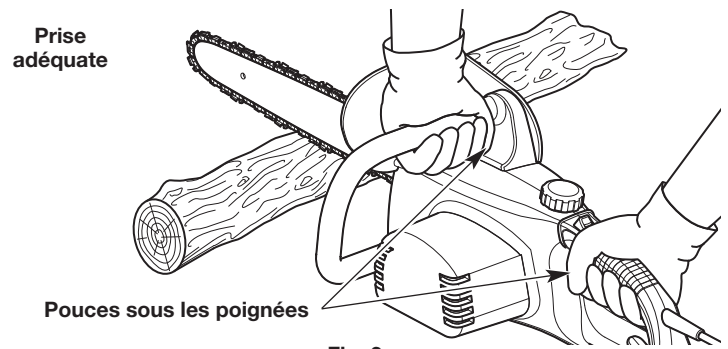
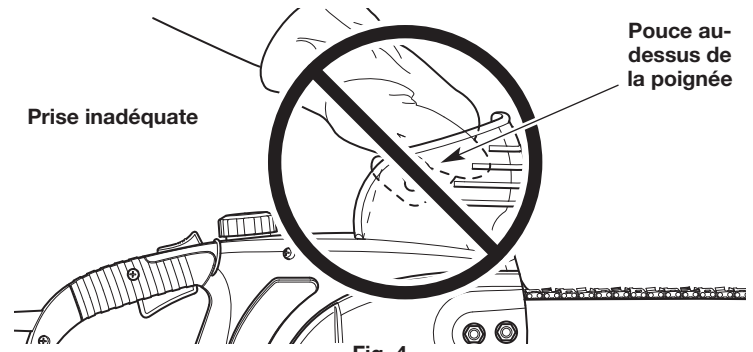

Fig. 3
Fig. 4
- Encerclez fermement la poignée avec tous les doigts de la main (Fig. 3). Cela permettra de réduire le risque de perte de contrôle de l'appareil en cas de rebond. Toute prise avec le pouce et les doigts du même côté de la poignée est dangereuse (Fig. 4).